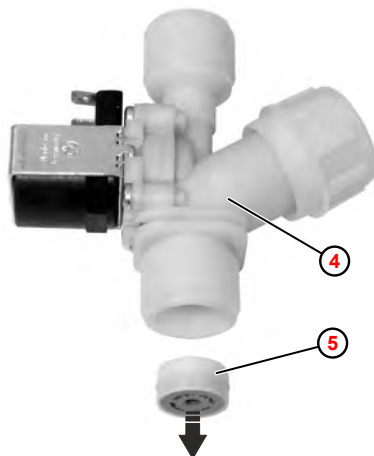

Abb. 63: Mengenregler ausbauen
- ④ Magnetventil
- ⑤ Mengenregler
4. Bei Bedarf, Mengenregler ⑤ mit einem geeigneten Werkzeug (z.B. Reißnadel) aus dem Magnetventil ④ ausbauen. Der Mengenregler wird dabei zerstört.
5. ► **Neuen** Mengenregler einsetzen, dabei unbedingt auf die korrekte Einbaulage achten (Abb. 63).